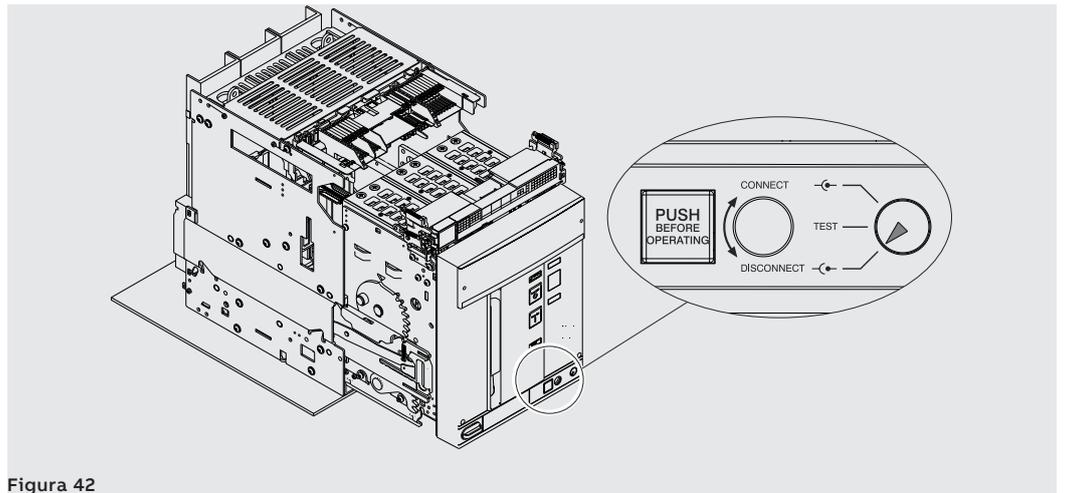

Figura 42
6. Verificare che il segnalatore indichi la posizione **DISCONNECT**. Vedi Figura 42.